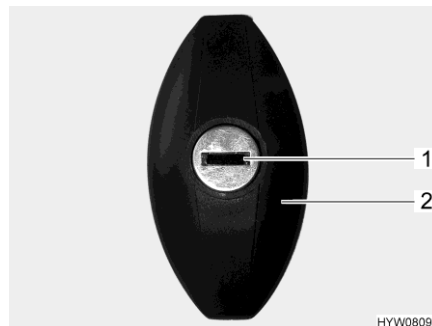

Fig. 20 Serrure du portillon (en forme d'ellipse, fermée)
- Insérer la clé dans le barillet (Fig. 20,1) et la tourner d'un demi-tour dans le sens inverse des aiguilles d'une montre. La poignée de la serrure (Fig. 20,2) ressort.